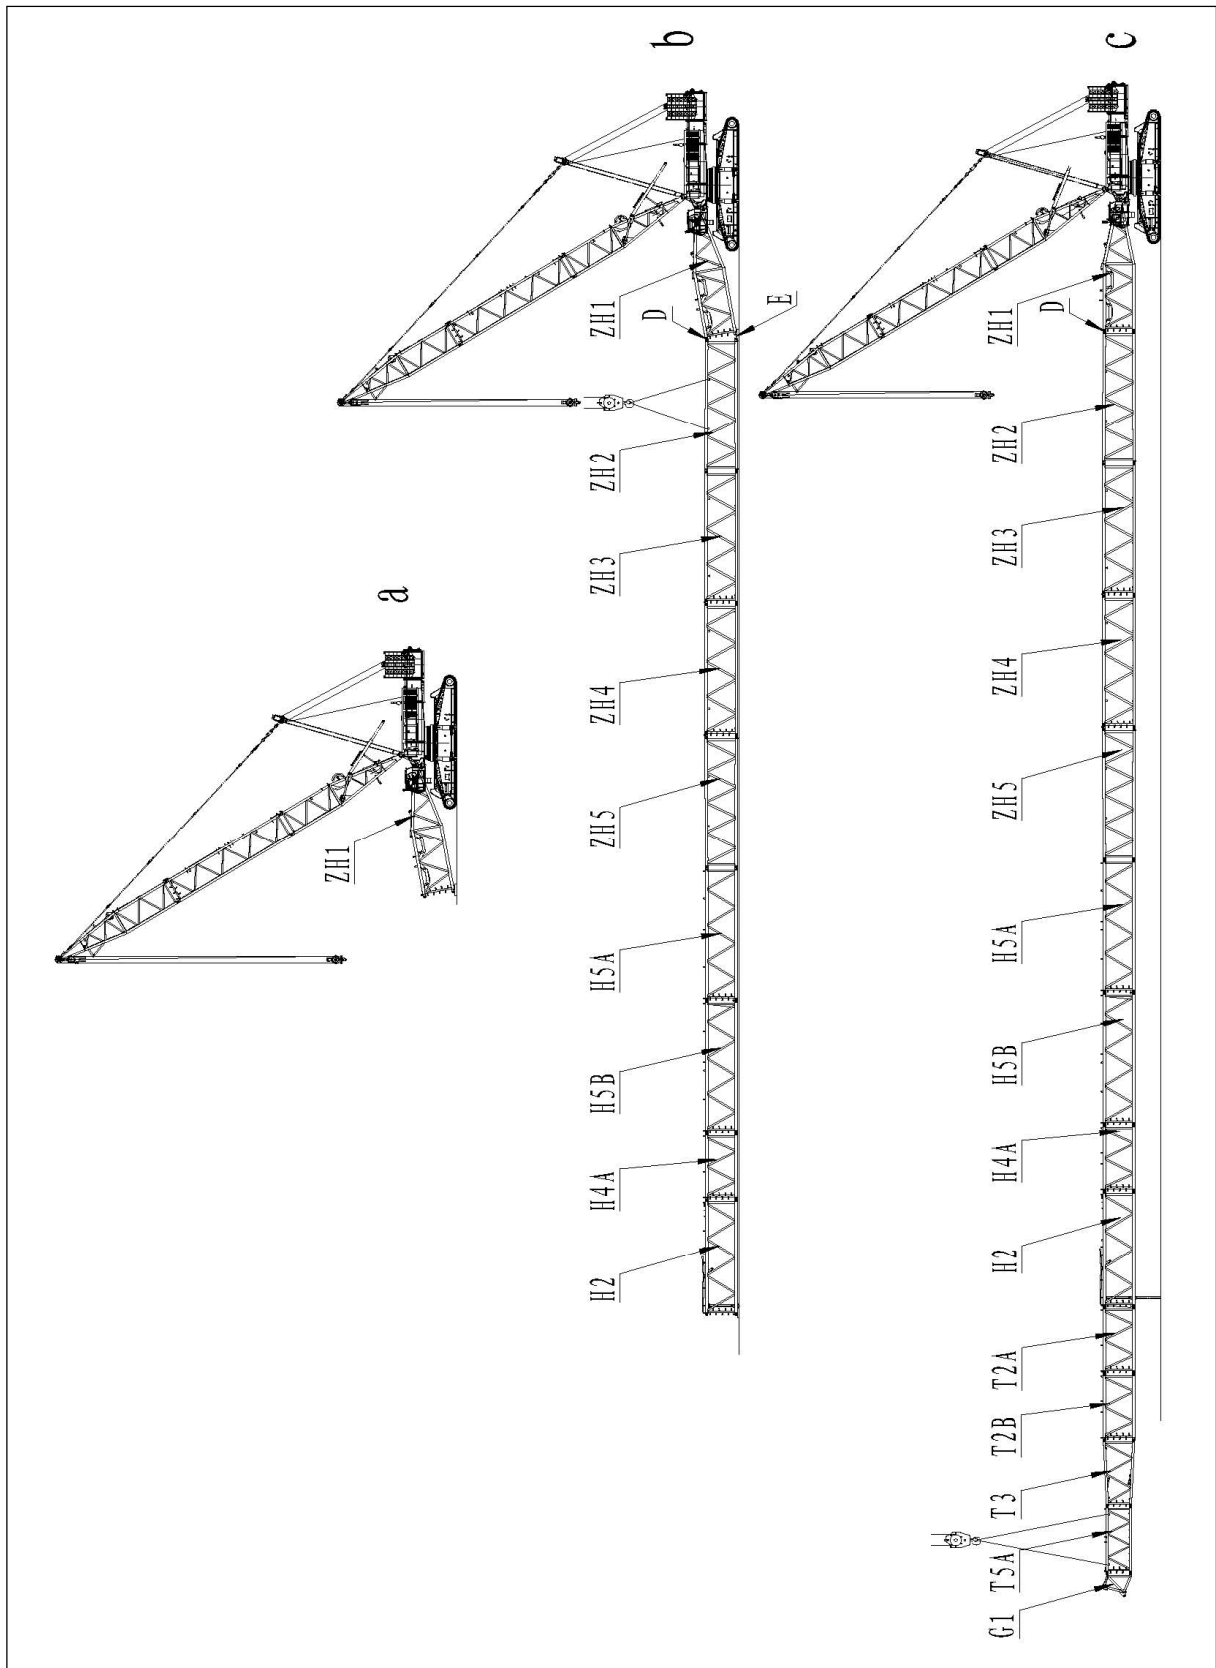

图 2.8.1
2.8 组装主臂中间臂节（图 2.8.1）
2. 用辅助起重机将 12m 变径臂节（下）-（ZH2）吊离运输车，移动到与主臂臂根（ZH1）"上部"的连接销孔处对齐，使用手动液压油缸插入连接销轴并上好固定销、锁销（图 2.8.1 b）。
3. 在 12m 变径臂节（下）-（ZH2）下前端面垫上支撑木块，将主臂轻放在地面支撑物上，撤除吊具并移走辅助起重机（图 2.8.1 b）。
4. 将 12m 中间节（下）-（ZH3）吊离运输车，移动到前一 12m 变径臂节（下）-（ZH2）处，使用手动液压油缸插入连接销并上好固定销、锁销，将其与 12m 变径臂节（下）-（ZH2）上、下连接固定，并在 12m 中间节（下）-（ZH3）前端垫上支撑木块，将主臂轻放在地面支撑物上，撤除吊具并移走辅助起重机（图 2.8.1 b）。
7. 将辅助起重机的吊带挂在主臂 10.5m 中间臂节（H2）的吊点上，将主臂拉起，将主臂 10.5m 中间臂节（H2）前端两侧的支撑杆的固定销卸下，扳开手动绞盘的扳手，使支撑杆缓慢的完全落到地上，调整辅助起重机的高度将 10.5m 中间臂节（H2）上的支撑杆的固定销插入并锁上固定销，尽量保持主臂水平（如有需要，可在支撑杆下添加支撑物保持主臂水平）（图 2.8.1 c）。
8. 用同样的方法依次将塔臂 6m 中间臂节 A（T2A）、塔臂 6m 中间臂节 B（T2B）、塔臂 6m 变径臂节（T3）、塔臂 6m 中间臂节 C（T5A）、固定副臂过渡臂头连接固定（图 2.8.1 c），并在塔臂 6m 中间臂节 C（T5A）下前端面垫上支撑木块。